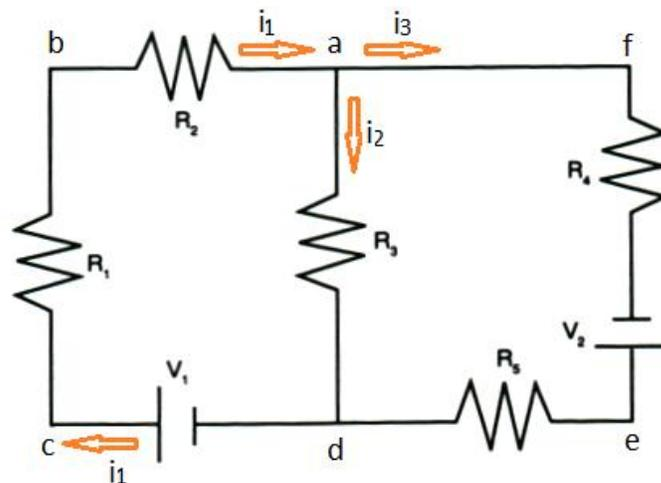
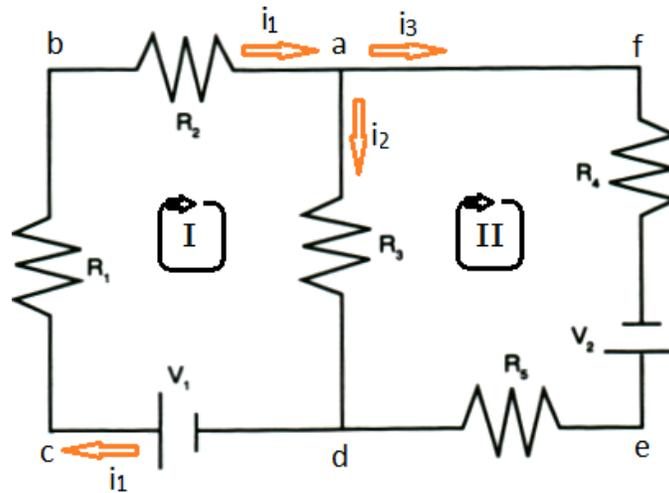

Figura 2: Circuito eléctrico de dos mallas.
Figura 3: Elección del sentido del recorrido en las mallas de un circuito.
Considera el circuito eléctrico de la figura 2. Los puntos a y d donde concurren más de dos conductores se denominan nodos. Las trayectorias cerradas, tales como abcda y afeda se denominan mallas. Las corrientes i_1 , i_2 e i_3 se han indicado de forma arbitraria, se considera que un conductor transportará la misma corriente mientras no encuentre un nodo; así la corriente i_1 circula desde el punto d pasando por R_1 y R_2 hasta llegar al nodo a donde se encuentra dos vías y se divide en i_2 e i_3 que circulan por R_3 y R_4 , V_2 y R_5 , respectivamente, hasta encontrarse en el nodo d donde se unen para formar otra vez la corriente i_1 .
Para analizar el circuito eléctrico de la figura 2, se hará uso de las dos leyes de Kirchhoff.
El sentido recorrido en cada malla se elige en forma arbitraria (en el sentido de las agujas del reloj, sentido horario, o en el sentido opuesto, sentido anti-horario) y se anotan los voltajes que se van encontrando con su signo. En la figura 3 se ha elegido el sentido horario para las dos mallas del circuito de la figura 2. Así, el análisis del circuito se realiza describiendo las trayectorias en las dos mallas de la forma siguiente;
6. Determina las intensidades de corriente en el circuito de la figura 2, considerando: $R_1 = 10 \Omega$, $R_2 = 20 \Omega$, $R_3 = 50 \Omega$, $R_4 = 100 \Omega$, $R_5 = 100 \Omega$, $V_1 = 5 \text{ v}$, $V_2 = 10 \text{ v}$.